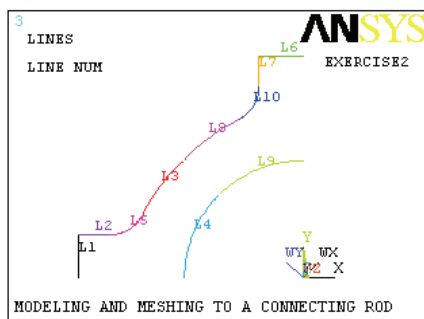

图 2-39 映射线段结果显示
17) 选择 Utility Menu | Plot | Lines 命令, ANSYS 显示窗口将显示线段映射后的结果, 如图 2-39 所示。